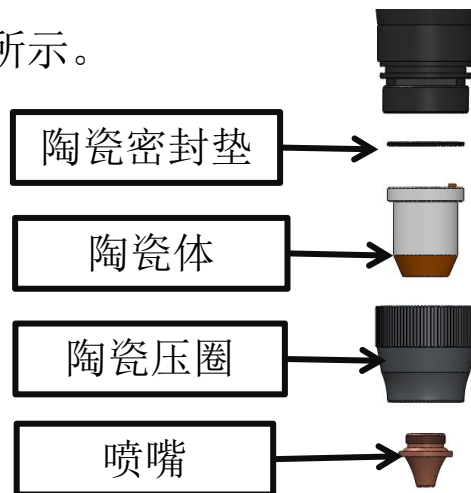

图6.1
- ① 切割工作时应使用干燥、纯净的辅助气体。气体中含水、油等杂质时工作间隙会发生突变，甚至造成传感器工作失常。建议使用高纯氧气，同时配置气体干燥器、油水分离器等装置。
- ② 传感器污损后要予以清洁。要用干净、干燥的棉布等清洁，不要用液体清洗切割头及陶瓷，清洁后要正确连接装配。
- ③ 陶瓷体损坏后可以更换。更换后要与放大器一起通过复位操作对电气系统进行初始化。
- ④ 切割嘴的形状、尺寸都直接影响传感器的特性。因此必须使用规定的切割嘴。
- ① 逆时针旋转拆下喷嘴，如图6.1所示。
- ② 逆时针旋下陶瓷压圈，如图6.1所示。
- ③ 竖直向下取出陶瓷，如图6.1所示。